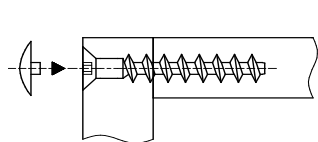
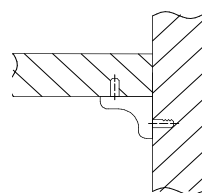

Рис.2
Рис.3
Закрепить ответные планки петель поз.085 по разметке к стенкам вертикал. поз.1,7 при помощи шурупов 4x16 поз.004. Соединить евроинтами поз.008 (рис.2) стенки поз.6,7,8,2,3 по схеме сборки. Эксцентриками поз.011,012 (рис.1) прикрепить стенки гориз. поз.4 к стенкам поз.2,3, затем эксцентриками закрепить к стенкам поз.4 стенки вертикал. поз.1. Стенки задние поз.11 закрепить к стенкам поз.1,2,4 и 1,3,4 шурупами 3x16. Навесные пластины поз.087 (рис.4) закрепить по углам высоких боковых секций (стенки поз.1,2,4 и 1,3,4) шурупами 4x16 (по 3 шт на навес). Полки поз.5 установить на полкодержатели поз.083 (рис.3). Закрепить на двери поз.9,10 (пакет 1/2) петли поз.085 шурупами 4x16 (рис.5 и схема установки фасадов). Навесить и отрегулировать дверь (рис.5). Закрепить ручки поз.036 (037) шурупами 5x30 поз.007 предварительно досверлив нужные отверстия D5, оставшиеся отверстия закрыть заглушками поз.017 (для сборки ручки для фасадов Акварель и Фанк сморти рис.6). В местах соприкосновения двери с панелями каркаса наклеить амортизаторы поз.035. Закрывать головки евроинтов и эксцентриков заглушками поз.016,029. Повесить полку на стену. Шурупы и дюбеля для крепления к стене в комплект не входят и приобретаются отдельно в зависимости от типа стен.